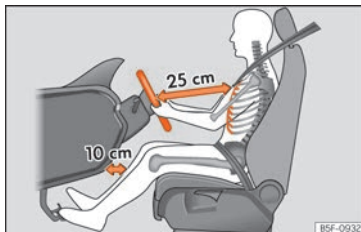

Abb. 87 Der richtige Abstand des Fahrers zum Lenkrad.
- Stellen Sie das Lenkrad so ein, dass der Abstand zwischen Lenkrad und Brustkorb mindestens 25 cm beträgt »» **Abb. 87**.
- Stellen Sie den Fahrersitz so ein, dass mindestens 25 cm Platz zwischen Ihrem Brustkorb und der Lenkradmitte ist »» Abb. 87. Beträgt der Abstand weniger als 25 cm, kann Sie das Airbag-System nicht richtig schützen.